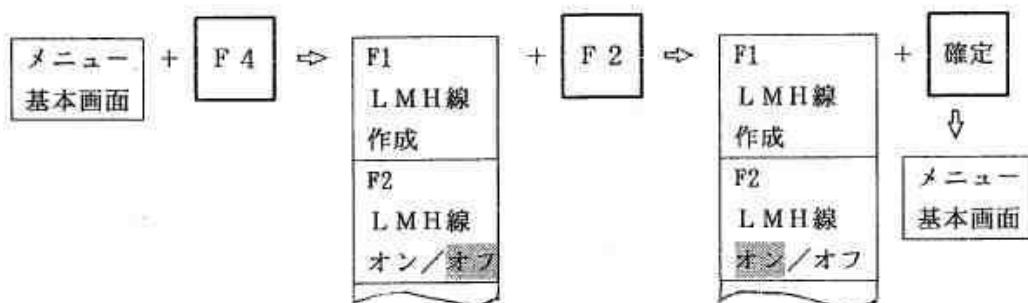

図 9.3.10 L MH 線をオフからオンに変更する方法
(2) ガイダンス表示エリアには【メイン】が表示され、探傷画面上に L MH 線が表示されておらず、探傷条件表示エリアには【L MH 線間隔】が表示されている場合
① L MH 線がオフの状態ですので、図 9.3.10 ように選択キー【F 4】を1回押して選